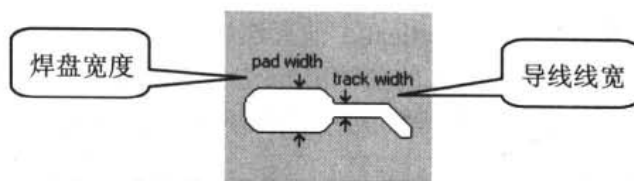
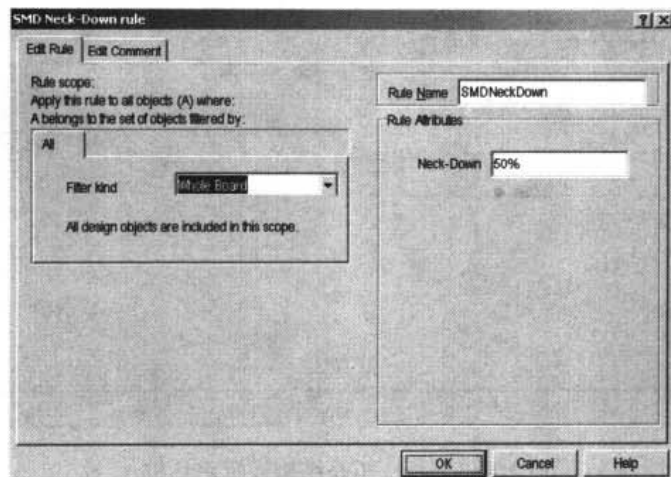

图 10-89 SMD Neck-Down Constraint
图 10-90 SMD Neck-Down rule 设置对话框
- **SMD Neck-Down Constraint:** SMD 的瓶颈限制。该规则用于设置布线时 track width（导线的线宽）与 pad width（SMD 的焊盘宽度）之比的最大值，如图 10-89 所示。如果导线的宽度太大以至其 SMD Neck-Down Constraint 比值超过设置值，则视为冲突不予布线。该规则的 SMD Neck-Down Rule 设置对话框，如图 10-90 所示。可在 Neck-Down 处，以百分比形式输入设置值。